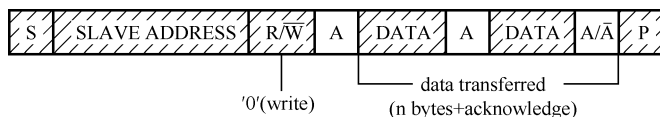

图 7.15 主机（发送发起方）寻址从机（接收方）的数据帧示意图
(1) 开始信号：处理器让 SCL 时钟保持高电平，然后让 SDA 数据信号由高变低就表示一个开始信号。 I^2C 总线上的设备检测到这个开始信号后，它就知道处理器要发送数据了。
(2) 停止信号：处理器让 SCL 时钟保持高电平，然后让 SDA 数据信号由低变高就表示一个停止信号。 I^2C 总线上的设备检测到这个停止信号后，它就知道处理器已经结束了数据传输，于是它们就可以各忙各的了，如进入休眠等。
(3) 数据传输：SDA 上传输的数据必须在 SCL 为高电平期间保持稳定，因为外接 I^2C 设备在 SCL 为高电平期间才采集数据，确定 SDA 是高或低电平。SDA 上的数据只能在 SCL 为低电平期间才被允许翻转变化的。
(4) 响应信号 (ACK)：处理器把数据发给外接 I^2C 设备，如何知道 I^2C 设备已经收到数据呢？这就需要外接 I^2C 设备回应一个信号给处理器。因为处理器发完 8bit 数据后就不再驱动总线了 (SDA 引脚由输出变为输入)，而 SDA 和 SCL 硬件设计时都有上拉电阻，所以这时候 SDA 变成高电平。那么在第 8 个数据位，如果外接 I^2C 设备能收到信号的话，将在第 9 个周期把 SDA 拉低，这样处理器检测到 SDA 拉低就能知道外接 I^2C 设备已经收到数据。
(5) I^2C 上的数据是从最高位开始传输的。
(6) 多设备通信： I^2C 总线是允许挂载多个设备的，如何访问其中一个设备而不影响其他设备呢？答案是：主机（发送发起方）通过发送寻址从机（接收方）的数据帧来访问。图 7.15 为寻址从机（接收方）的数据帧的示意图：其中，S 表示起始，P 表示停止，A 表示响应，DATA 表示一字节数据，SLAVE ADDRESS 表示从机地址 (7bit) + R/W (1bit，就主机而言，0 表示写，1 表示读)。因为用 7bit 表示从地址，那么可以挂载的从设备数量理论上是 $2^7=128$ 个，当然这还取决于驱动能力。